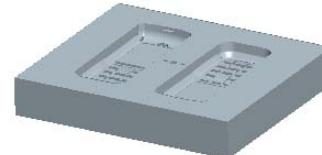

图31.32 着色后的上半部分体积块
Step7. 系统弹出“属性”对话框，同时模型中的体积块的上半部分变亮，在该对话框中单击**着色**按钮，着色后的体积块如图31.32所示。然后在对话框中输入名称upper_vol，单击**确定**按钮。